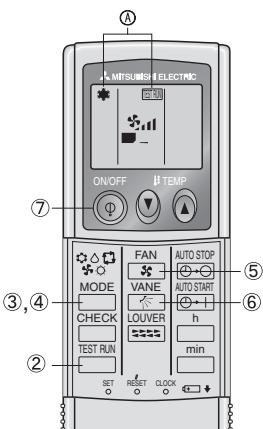

Fig. 7-2
7.2.2. De draadloze afstandsbediening gebruiken (Fig. 7-2)
- ① Schakel minstens 12 uur voor het proefdraaien de netspanning op het apparaat.
- ② Druk twee keer achter elkaar op de toets TEST . (Voer deze handeling uit wanneer het display van de afstandsbediening is uitgeschakeld.)
- ③ Druk op de MODE -toets om de cool mode, (koel)-stand in werking te stellen; controleer daarna of er koude lucht uit het apparaat wordt geblazen.
- ④ Druk op de MODE -toets om de HEAT (verwarming)-stand in werking te stellen; controleer daarna of er verwarmde lucht uit het apparaat wordt geblazen.
- ⑤ Druk op de knop FAN en controleer of het toerental van de ventilator verandert.
- ⑥ Druk op de VANE -toets (lamellen) en controleer of het automatische lamellenrooster goed werkt.
- ⑦ Druk op ON/OFF (AAN/UIT) om het proefdraaien te beëindigen.